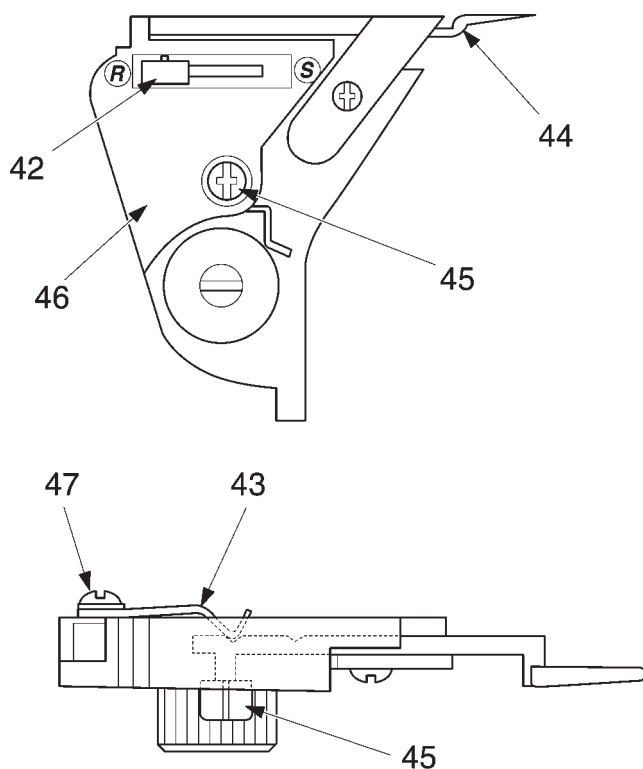

Рис. 53
Если ползунковый переключатель 42 переведен в положение “S”, стопорная пружина 43 отцепного пальца 44 должна быть правильно зафиксирована (рис. 53).
- Сместите стопорную пружину 43 таким образом, чтобы ее положение соответствовало рис. 53.